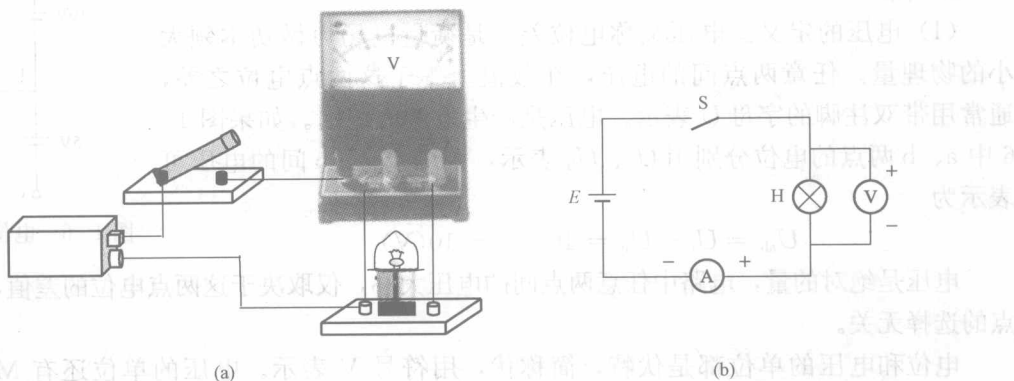

图 1-8 电压的测量电路
(3) 电压的测量。电压可以选择合适的电压表进行测量。如果电路上的电压大小估计不出来，要先用电压表大的量程，粗略测量后再用合适的量程。这样可以防止由于电压过大而损坏电压表。实际测量时，应把电压表并联在被测电路两端，直流电压表有正负端子。电压的测量电路如图 1-8 所示。电压表的结构和使用方法参见本书第十二章。